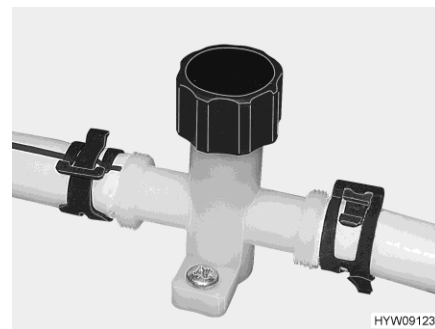
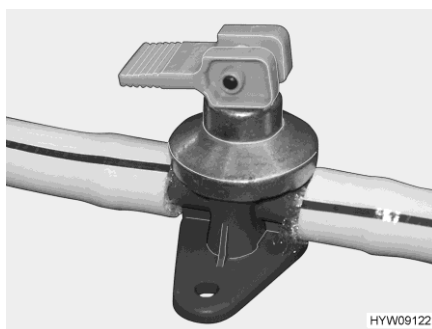

Fig. 168 Rubinetto di scarico (tubatura dell'acqua)
Fig. 169 Rubinetto di scarico (boiler Alde)
- Chiudere i rubinetti di scarico (Fig. 169 e Fig. 168). Chiudere i coperchi in senso orario oppure posizionare la leva a bilanciere in posizione orizzontale. L'ubicazione delle valvole di sicurezza/di scarico e dei rubinetti di scarico è riportata al paragrafo 10.6, alla fine di questo capitolo.